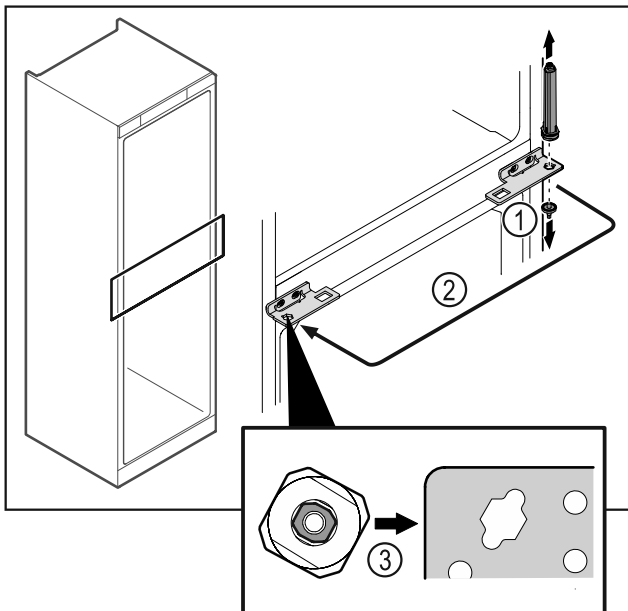

Fig. 43
- ▶ Odskrutkujte čap závesu Fig. 43 (1).
- ▶ Premiestnite systém zatvárania dverí Fig. 43 (2).
- ▶ Dbajte na to, aby pri nasadzovaní ukazoval úkos čapu Fig. 43 (3) k okrúhlemu otvoru.